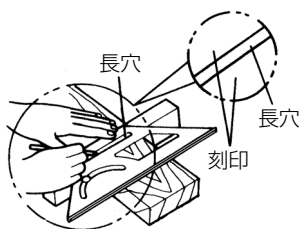

図 26
- (2) C6UAは長穴の刻印「6」側、C7UA、C8UAは長穴の刻印「8、7」側に沿わせて、木材面に印を付けます。(図26)